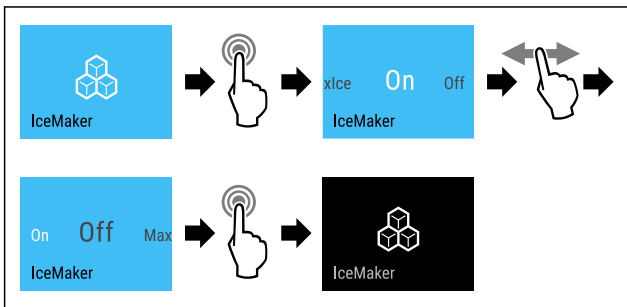

Fig. 23 Примерно изображение с активна функция IceMaker
- ▶ Изпълнете стъпките (виж Fig. 23) .